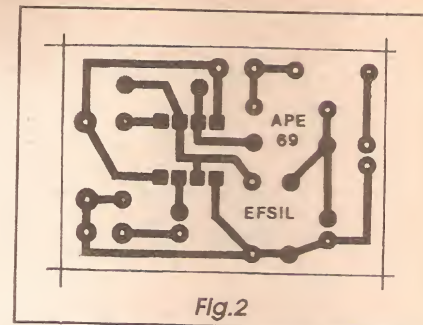

Fig.2
- FIG. 2 - LAY OUT DO CIRCUITO IMPRESSO ESPECÍFICO - Pequena e bastante simples em seu padrão cobreado (visto em tamanho natural na figura...), a placa de circuito impresso específica para a montagem do **EFSIL** é de realização muito fácil, mesmo que o leitor/hobbysta seja ainda um *começante* nesses trabalhos... Utilizando o diagrama, em escala 1:1, como gabarito, basta *carbonar* o padrão de ilhas e pistas sobre a face cobreada de um fenolite *virgem* nas dimensões indicadas (ver **LISTA DE PEÇAS**...), efetuar a traçagem (com de-
- FIG. 2 - DETALHANDO A REPRODUÇÃO FONOGRAFICA (E EM ESTÉREO...) - A agulha reprodutora é solidária a um conjunto mecânico que lhe dá suporte e a mantém bem equilibrada, em *suspensão*, de forma que possa exercer pressão leve e constante sobre o disco... Além disso, a dita agulha encontra-se ligada a blocos de cristal ou cerâmica com